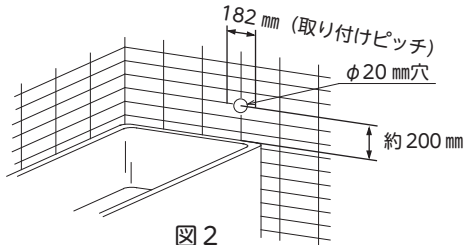
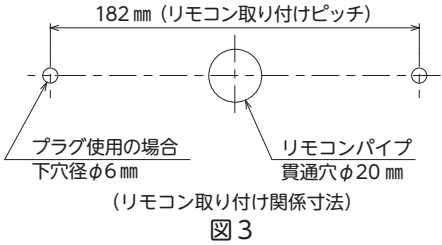

図2
図3
1. 壁にφ20mmのリモコンパイプ貫通穴をあける。(図2・図3)
- ・壁面直取り付けの場合は、リモコン取り付け用の穴(φ6mm・深さ30mm)をあけ、付属のカールプラグを打ち込みます。(図3)